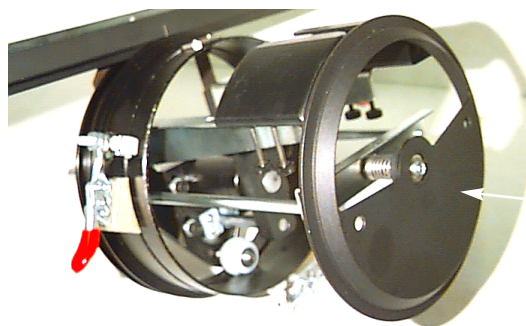

Figura 3-25
3. Atornillen las dos tuercas de mariposa. Figura 3-25 muestra un tensor ya instalado.